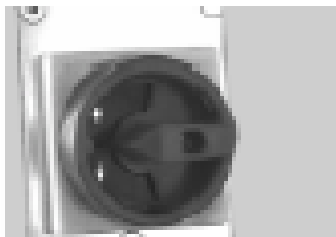

Рис. 2. Сменный переключатель.
- Поверните сменный переключатель в позицию «σ» пока не освободятся колеса (рис. 2).